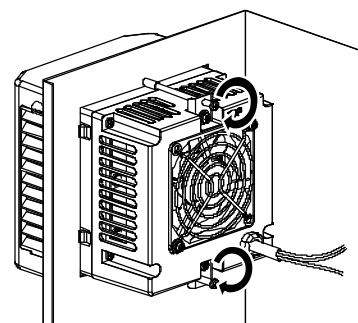

図5
③取付金具セットのねじ(M4×70)を締付けてください。(図5)